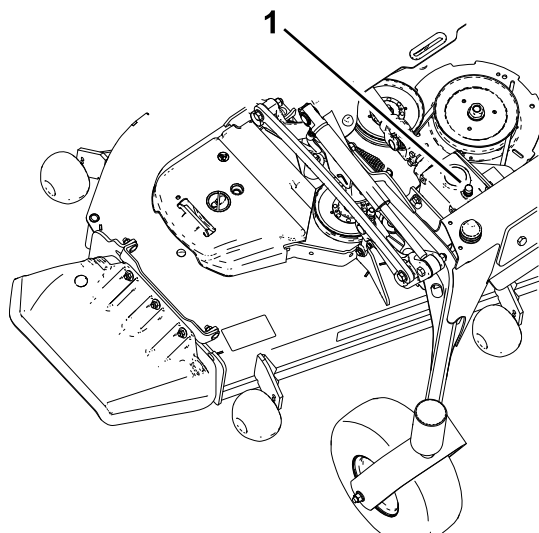

Figura 55
5. Retire la varilla/tapón de llenado de la parte superior de la caja de engranajes y compruebe que el lubricante está entre las marcas de la varilla (**Figura 55**).
5. Retire la varilla/tapón de llenado de la parte superior de la caja de engranajes y asegúrese de que el lubricante está entre las marcas de la varilla (Figura 55).